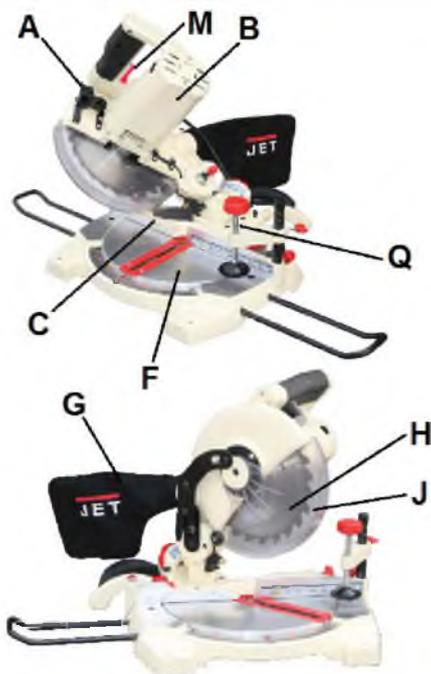

Рис. 1
- Мішок (G, Рис. 1) призначений для збору пилу. Мішок можна приєднати на шуруп у задній частині верстата.
- Пересуньте затиск (A, Рис. 1) у бік та за допомогою ручки повільно натисніть на ріжучу голову.